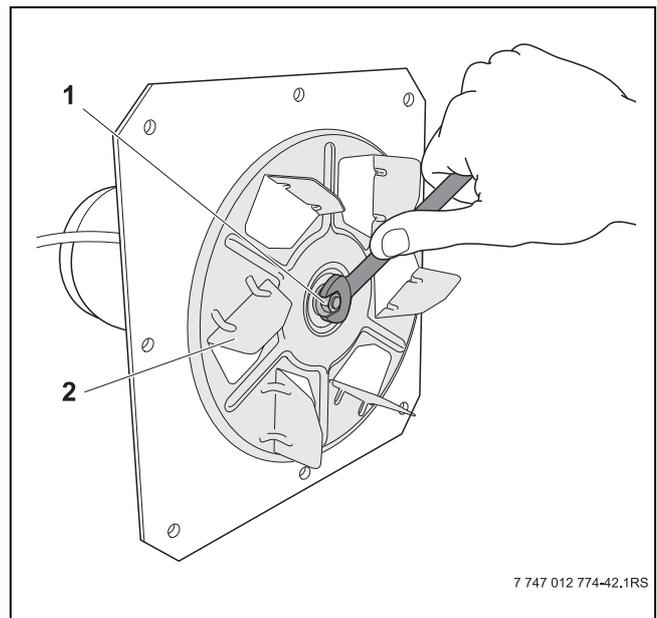

Fig. 34 Verifica del corretto posizionamento dell'elica del ventilatore
- Verificare il corretto posizionamento dell'elica (→ fig. 34, pos. 2) ed eventualmente serrare il dado centrale (filettatura sinistra) (→ fig. 34, pos. 1) con una chiave inglese da 10 mm. Per serrare il dado centrale ruotare verso sinistra.